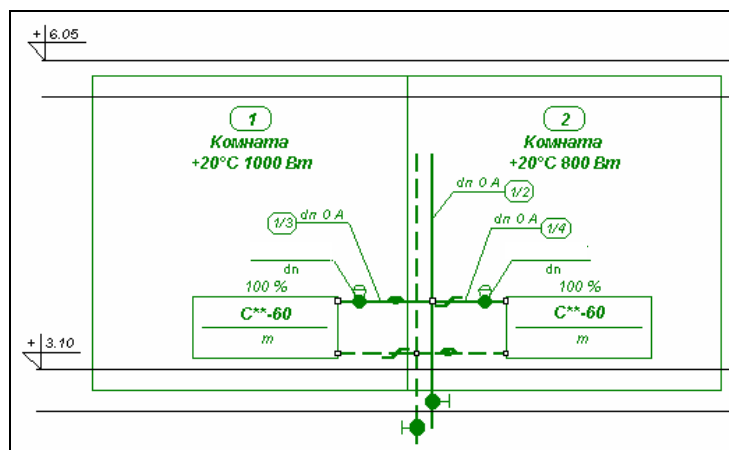

Рис. 5.32. Выделенный фрагмент рисунка, приготовленный для размножения
2. в высвеченном диалоговом окне необходимо выбрать соответствующий блок и вставить его в рисунок, помня о том, чтобы горизонтальные края зон помещений находились в осях перекрытий (Рис. 5.32);